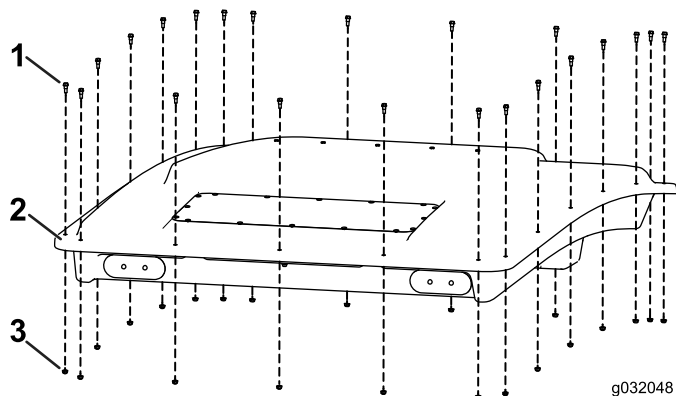

图1
2. 拆下将车顶固定到顶篷上的 22 个螺栓和螺母，放在一旁（图1）。